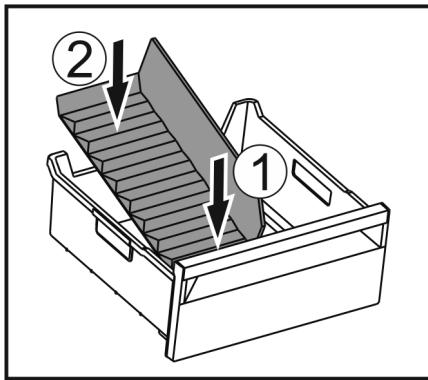

Fig. 105
- ▶ 装入冰格分隔器前部。 Fig. 105 (1)
- ▶ 将冰格分隔器后部放低至抽屉底板。 Fig. 105 (2)